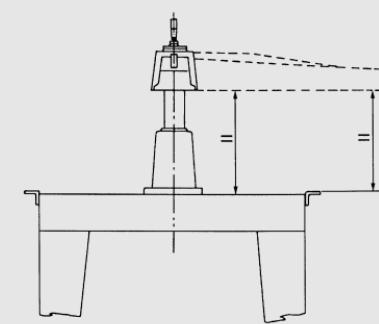

Fig.12
und Abb.12). Wenn nötig die Schrauben (16) der Winkel (17) lösen und die Korrektur vornehmen, achten Sie dabei gleichzeitig mit einer Wasserwaage darauf, daß die Winkel eben sind.